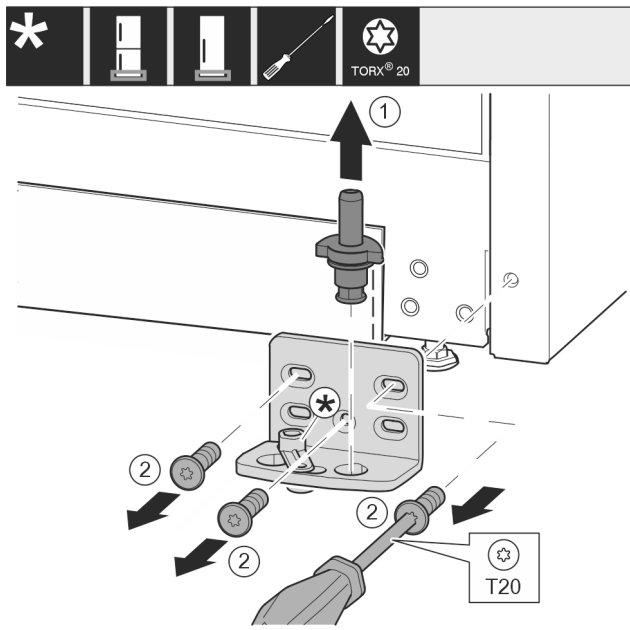

Fig. 44 \*
- ▶ Опорный палец Fig. 44 (1) полностью извлеките движением вверх.\*
- ▶ Открутите винты Fig. 44 (2) отверткой и снимите опорный кронштейн.\*